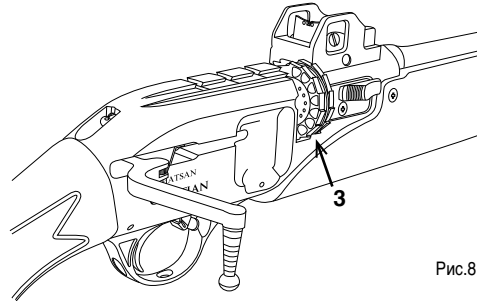

Рис.8
1. В целях безопасности в комплекте винтовка доставляется с неустановленным магазином. Устанавливайте магазин в вашу винтовку плоской стороной на перёд(что является единственным вариантом установления)(Рис.8).Крутится магазин по часовой стрелке.